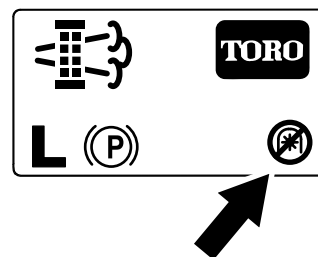

Bild 38
**Hinweis:** Auf dem Homebildschirm wird das Symbol für eine deaktivierte Zapfwelle (Bild 38) angezeigt.
**Hinweis:** Auf dem Homebildschirm wird das Symbol für eine deaktivierte Zapfwelle angezeigt, siehe Bild 38 in Meldungen zu geparkter Regenerierung \(Seite 37\), angezeigt.